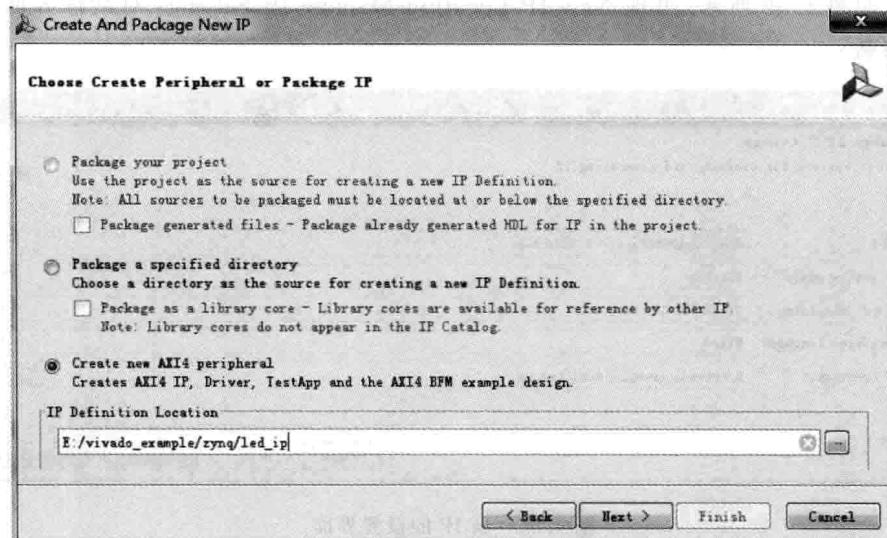
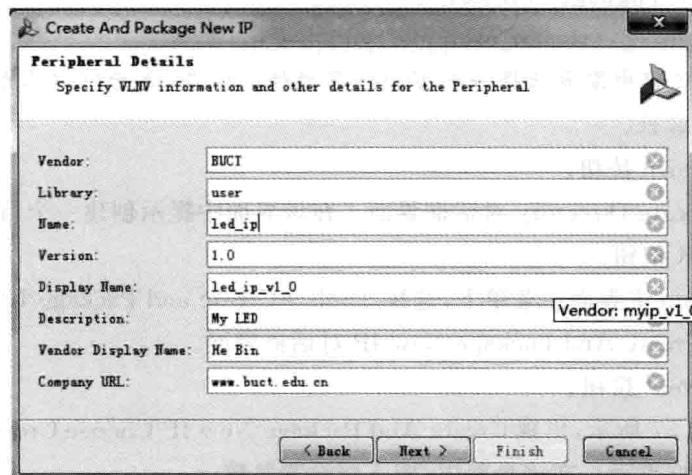
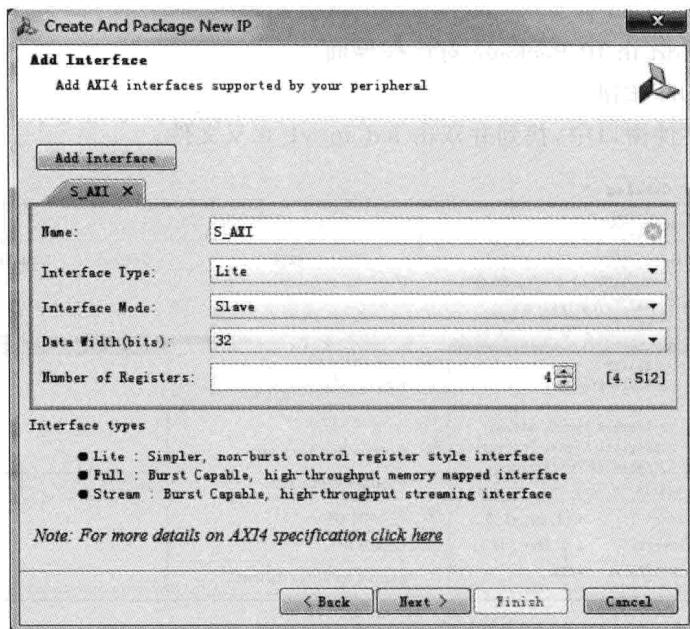

图 4.57 选择创建或者封装 IP 界面
图 4.58 填充 IP 信息界面
图 4.59 选择接口界面
- ① Target language: Verilog;
- ② Simulator language: Mixed;
- ③ IP location: E:/vivado\_example/zynq/led\_ip
- (6) 单击 Finish 按钮。
- (7) 出现 Create Directory 对话框界面。在该界面中提示创建一个目录。
- (8) 单击 OK 按钮。
- (9) 在 Vivado 主界面主菜单下, 选择 Tools→Create and Package IP。
- (10) 出现 Create And Package New IP 对话框界面。
- (11) 单击 Next 按钮。
- (12) 如图 4.57 所示, 出现 Create And Package New IP-Choose Create Peripheral or Package IP 对话框界面。在该界面内, 按下面设置参数:
- ① 选中 Create new AXI4 peripheral 前面的复选框;
- ② IP Definition Location: E:/vivado\_example/zynq/led\_ip。
- (13) 单击 Next 按钮。
- (14) 如图 4.58 所示, 出现 Create And Package New IP-Peripheral Details 对话框界面, 在该对话框界面中, 按下面设置参数:
- ① Vendor: BUCT;
- ② Name: led\_ip;
- ③ Display Name: led\_ip\_v1\_0;
- ④ Vendor Display Name: He Bin。
- (15) 单击 Next 按钮。
- (16) 如图 4.59 所示, 出现 Create And Package New IP-Add Interface 对话框界面。